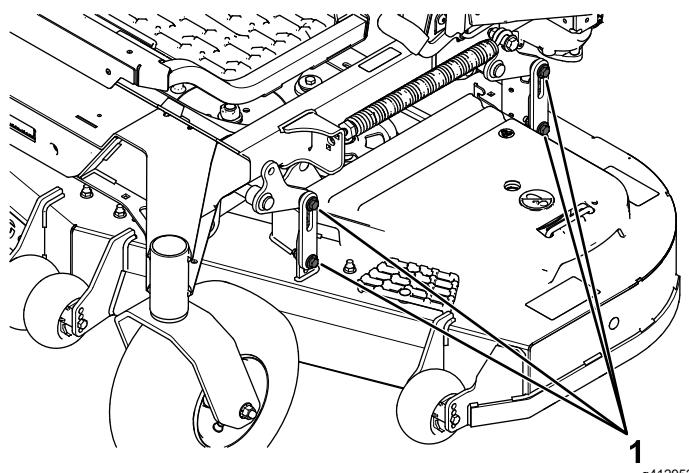

Figure 87
16. Desserrez les boulons (Figure 87) aux quatre coins de sorte que le tablier repose solidement sur les 4 cales.